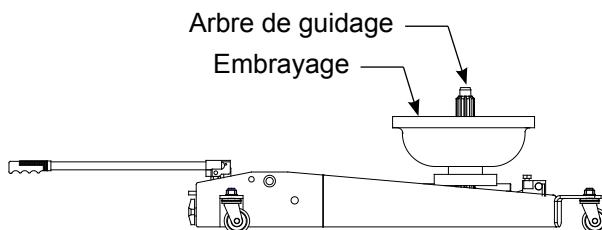

Figure 2 : Illustration de la position la plus basse lorsque le cric supporte un embrayage
Assurez-vous que l'arbre de guidage est en position verticale et que le cric est abaissé au maximum avant de déplacer l'embrayage (voir figure 2).
1. Pour mettre l'embrayage sur le cric ou l'enlever, assurez-vous que l'arbre de guidage est en position verticale comme indiqué à la figure 2.